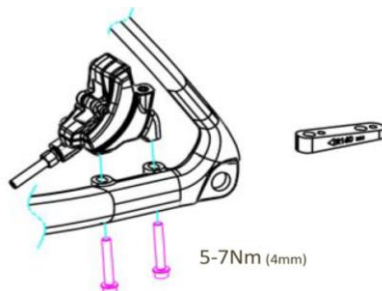

Fig. D-2 Alignez l'étrier arrière avec les trous de montage du cadre.
- Fixez l'étrier à la fourche ou au cadre à l'aide de deux boulons de montage, mais ne serrez pas complètement à ce stade. (Fig. D-2)